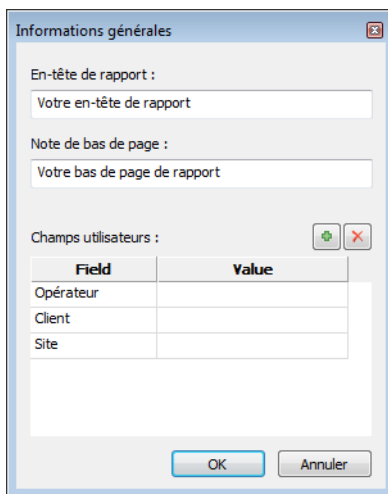

Figure 6-10 Exemple de la boîte de dialogue Informations générales
2. Cliquez sur **Info générale** dans la barre de dialogue **Table d'indications** pour ouvrir la boîte de dialogue **Informations générales** et personnaliser le rapport HTML (voir la Figure 6-10 à la page 346).